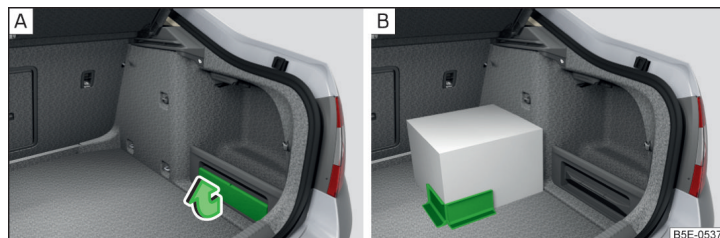

Fig. 115 Scoaterea elementului Cargo / exemplu de fixare a încărcăturii prin intermediul elementului Cargo
- Scoateți elementul Cargo (o parte a capacului compartimentului de depozitare) în sensul săgeții » fig. 115 - **A**.
- Fixați elementul Cargo cu scai de mocheta portbagajului » fig. 115 - **B** sau pe partea textilă a podelei cu două fețe.